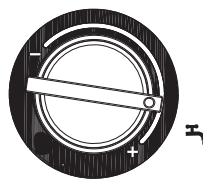

Fig. 4.8
Regolazione della temperatura acqua sanitaria (fig. 4.8)
- **CASO C** solo riscaldamento + bollitore esterno con sonda - per regolare la temperatura dell'acqua sanitaria stoccata nel bollitore, ruotare il selettore di temperatura (fig. 4.8): in senso orario la temperatura aumenta, al contrario diminuisce.